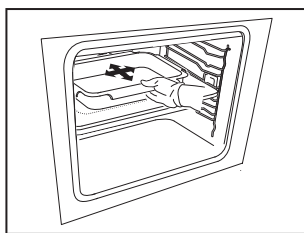

Fig. 5
2. Plaats de schaal in het midden van de markeringen op het glas (Fig. 5).